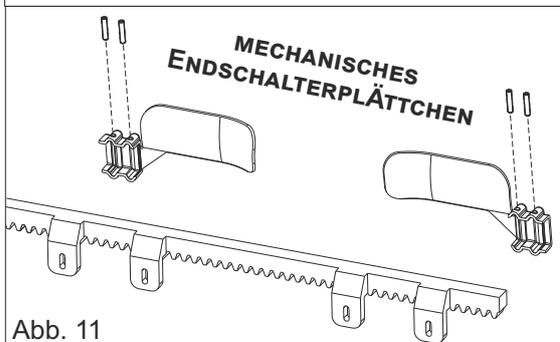
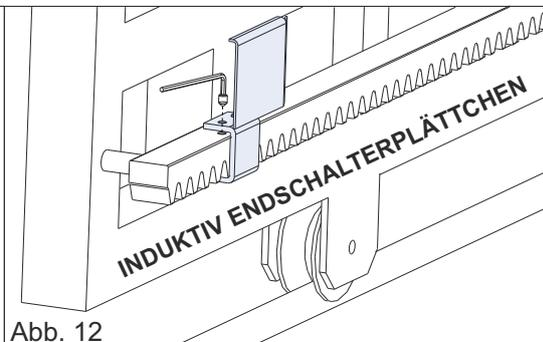
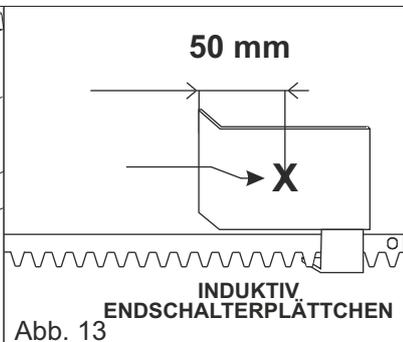
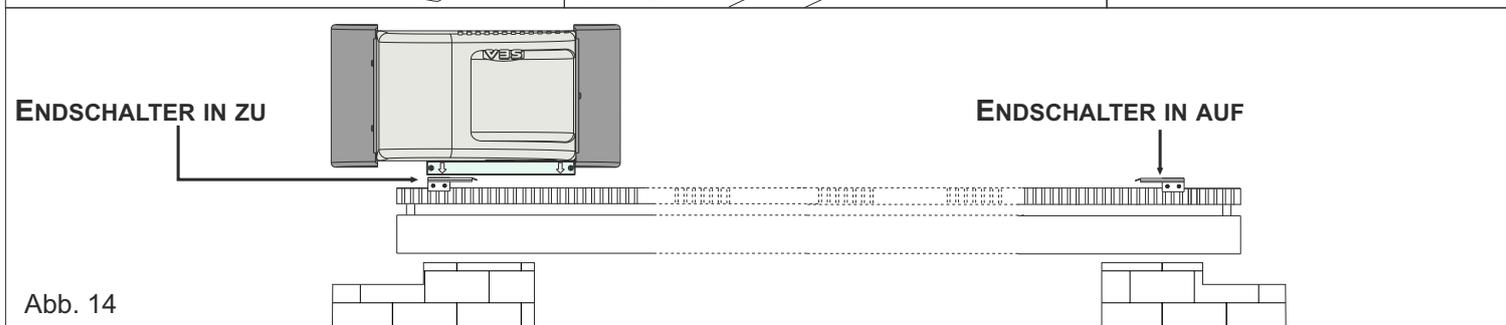

Abb. 11
Abb. 12
Abb. 13
Abb. 14
- **MECHANISCHER ENDSCHALTER:** Bringen Sie das Plättchen (Abb. 11) auf die gewünschte Endschalterposition (Abb. 14) auf der Zahnstange. Befestigen Sie das Plättchen mit den mitgelieferten Schrauben an der Zahnstange.
- **INDUKTIVENDSCHALTER:** Bringen Sie das Plättchen (Abb. 12) auf die gewünschte Endschalterposition (Abb. 14) auf der Zahnstange. Befestigen Sie das Plättchen mit den mitgelieferten Schrauben an der Zahnstange. Bringen Sie das Öffnungsblech des induktiven Endschalters (angezeigt durch einen Pfeil auf dem Endschalter) auf den Punkt «X» auf dem Plättchen (50 mm von der geknickten Seite - Abb. 13)
- **MECHANISCHER ENDSCHALTER:** Bringen Sie das Plättchen (Abb.11) auf der Zahnstange in die gewünschte Endschalterposition (Abb.14) .Befestigen Sie das Plättchen mit den mitgelieferten Schrauben an der Zahnstange.
- **INDUKTIVER ENDSCHALTER:** Bringen Sie das Plättchen (Abb.12) auf die gewünschte Endschalterposition (Abb.14) auf der Zahnstange. Befestigen Sie das Plättchen mit den mitgelieferten Schrauben an der Zahnstange. Positionieren Sie das Öffnungsblech des induktiven Endschalters (angezeigt durch einen Pfeil auf dem Endschalter) auf dem Punkt «X» auf dem Plättchen (50 mm von der geknickten Seite -Abb.13)